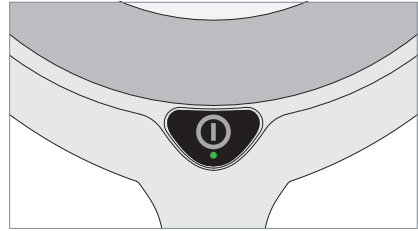

Fig. 11: Taste.
- ▶ Drücken Sie die Taste, siehe Fig. 11.
- ▶ Drücken Sie die Taste und halten Sie diese Taste gedrückt, siehe Fig. 11.